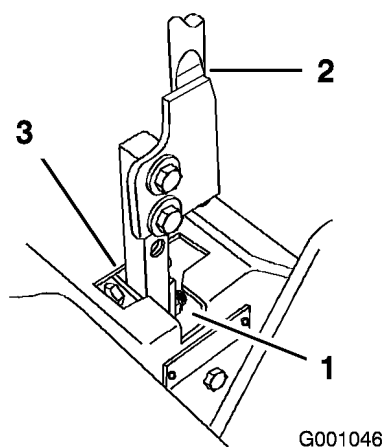

Figura 50
5. Mueva la palanca a la posición de punto muerto, pero no bloqueada (Figura 50).
6. Tire hacia atrás de la palanca hasta que el pasador (en el brazo debajo del eje pivotante) entre en contacto con el extremo de la ranura (empezando justo a tensar el muelle) (Figura 50).
7. Compruebe la posición de la palanca de control con relación a la muesca de la consola (Figura 50). Debe estar centrada para que la palanca pueda girar hacia fuera a la posición de bloqueo/punto muerto.